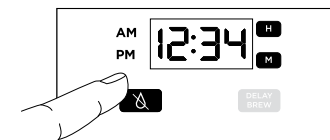

Fig. 13a
Lorsque vous préparez une carafe pleine ou à demi remplie, appuyez sur le bouton Drip Stop (soupape d'arrêt d'écoulement) pour mettre le cycle d'infusion en pause et verser une tasse. Remplacez rapidement la carafe et appuyez sur le bouton Drip Stop (soupape d'arrêt d'écoulement) une nouvelle fois pour terminer l'infusion (fig. 13a).
- 1 Appuyez et maintenez enfoncé le bouton Drip Stop (soupape d'arrêt d'écoulement) (fig. 13a) jusqu'à ce que l'horloge affiche dFLt (défaut) ou l'heure précédemment réglée.